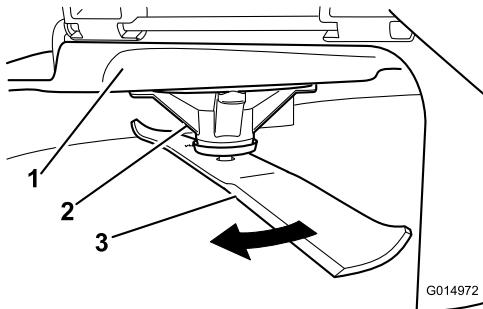

Figura 73
2. Llevando guantes fuertemente acolchados u otro tipo de protección apropiada para las manos, gire lentamente la cuchilla hasta una posición que permita medir la distancia entre el filo de corte y la superficie nivelada en la que descansa la máquina (Figura 73).